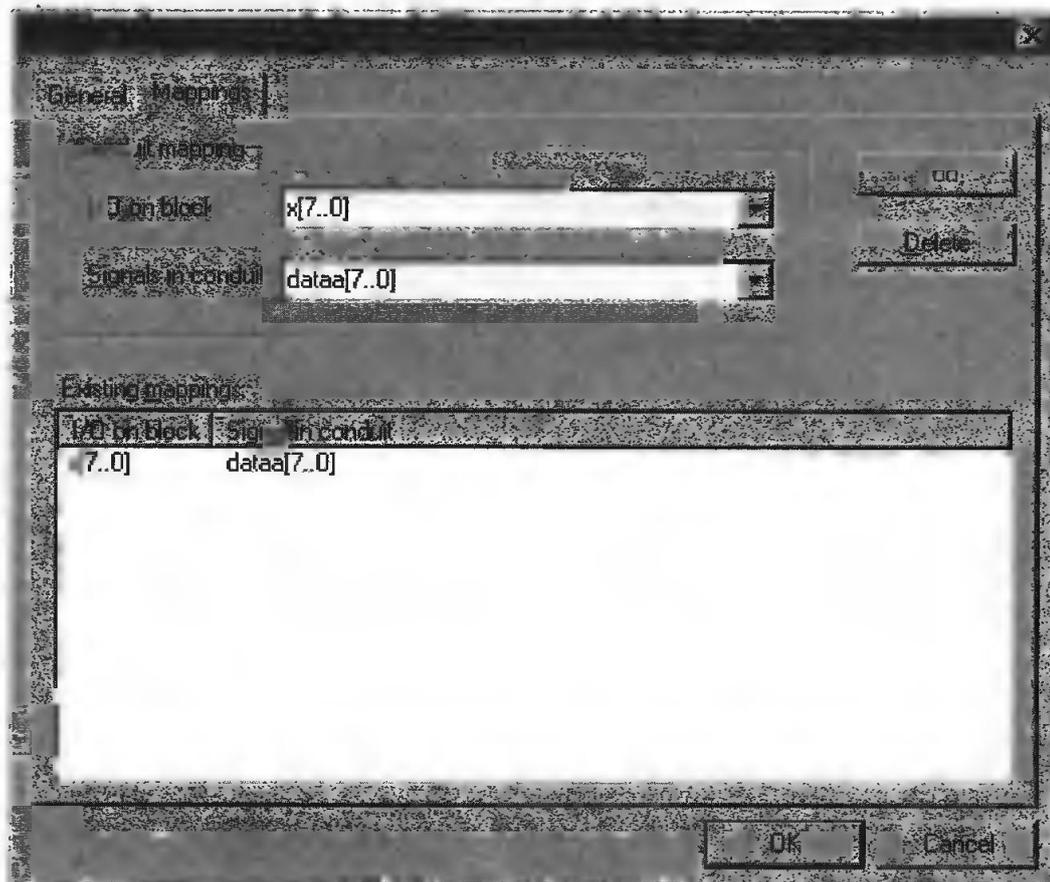

Рис. 3.27
7. Для выполнения соединения нажмите кнопку **Add** — соединение появится в списке **Existing mappings** (рис. 3.27).